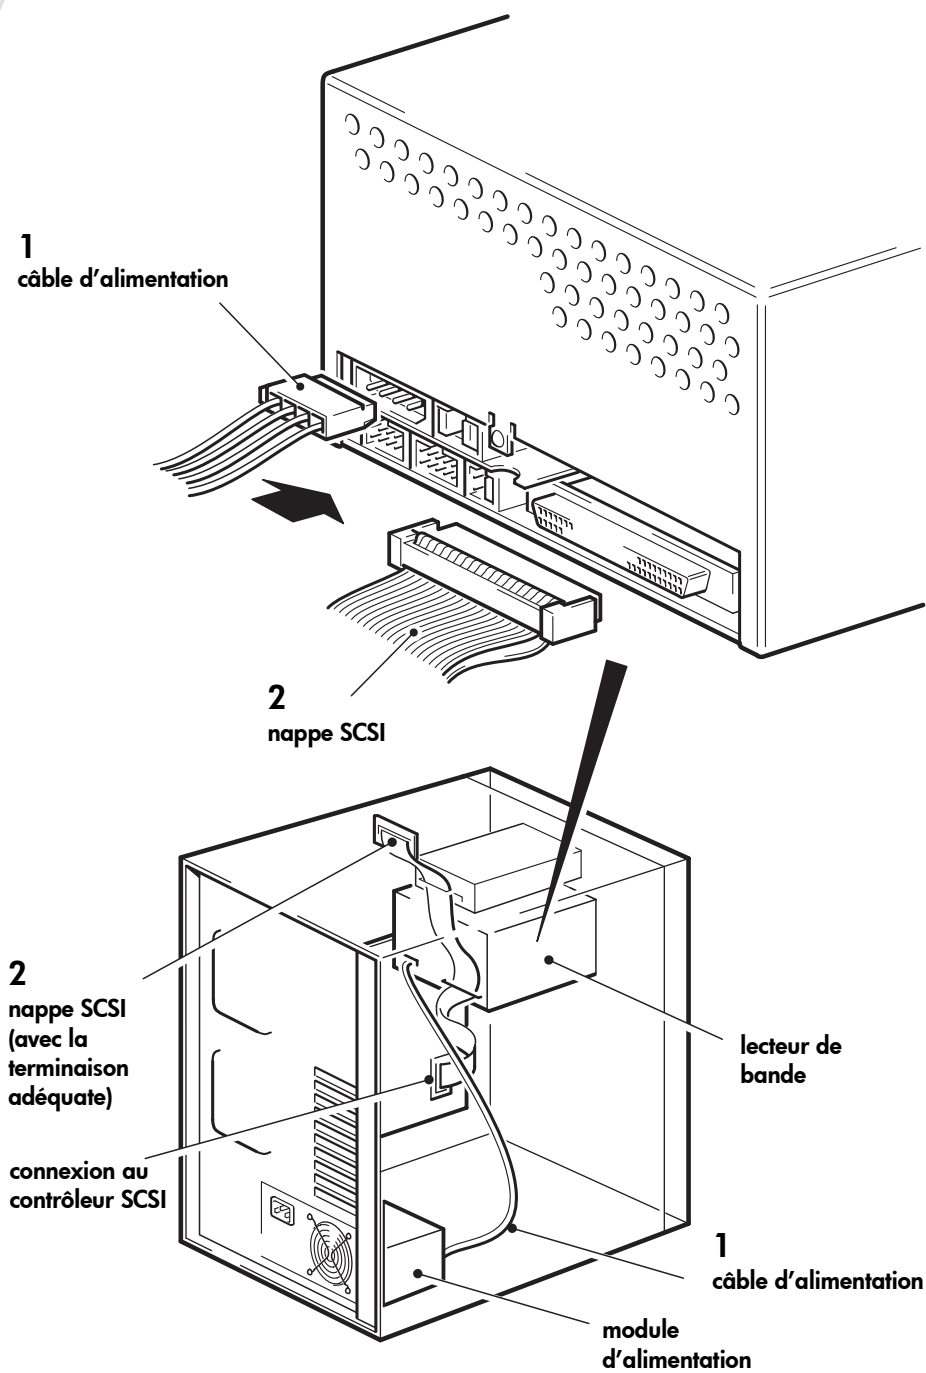

Figure 7 : connexion du câble d'alimentation et du câble SCSI
- 1 Branchez un câble d'alimentation libre provenant de l'alimentation interne du serveur sur le connecteur d'alimentation, comme indiqué dans la Figure 7 (point 1).
- 2 Branchez un connecteur disponible du serveur sur la nappe SCSI de l'adaptateur de bus hôte sur le connecteur SCSI du lecteur, comme indiqué dans la Figure 7 (point 2).
Par conséquent, si l'adaptateur hôte est le premier périphérique du bus, vous devez vous assurer que la deuxième terminaison est placée après le dernier périphérique, comme indiqué dans la Figure 7 (point 2).